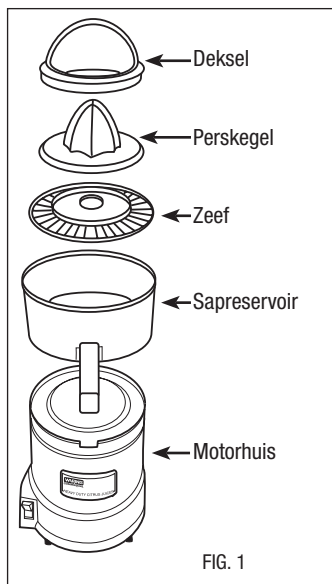

FIG. 1
### DEMONTAGE: (ZIE FIG. 1)
### MONTAGE: (ZIE FIG. 1)
### SMONTAGGIO: (VEDI FIG.1)
1. Dopo avere tolto l'estrattore di succhi dall'imballaggio, l'utente potrà familiarizzarsi con le sue parti smontando l'unità e facendo riferimento alla FIG. 1.
### MONTAGGIO: (VEDI FIG.1)